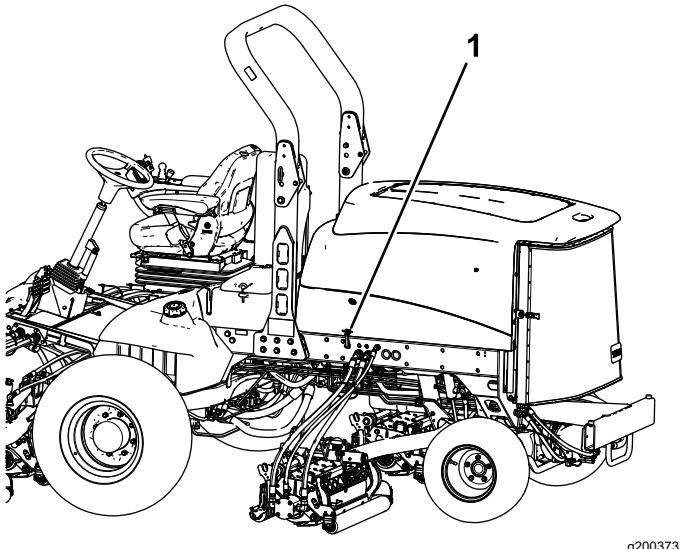

Рисунок 34
- Разблокируйте защелки капота и откройте капот (Рисунок 34).